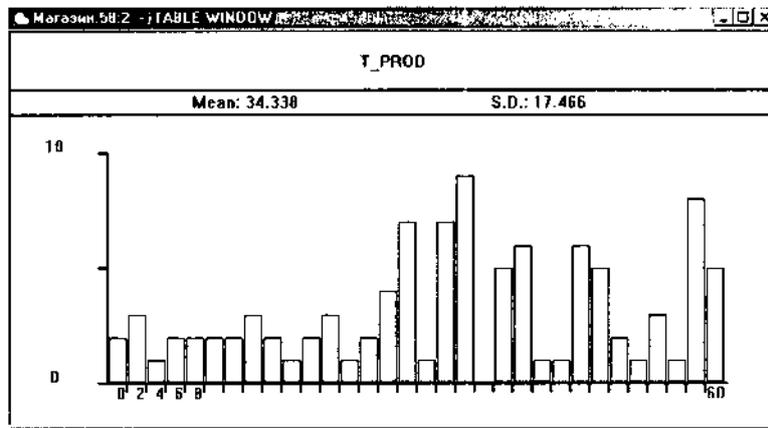

Рисунок 6. Окно гистограммы очереди к продавцу в модели «Магазин»
- щелкните по кнопке ОК. Появится соответствующая гистограмма. Для нашей задачи она выглядит так, как показано на рис. 6.